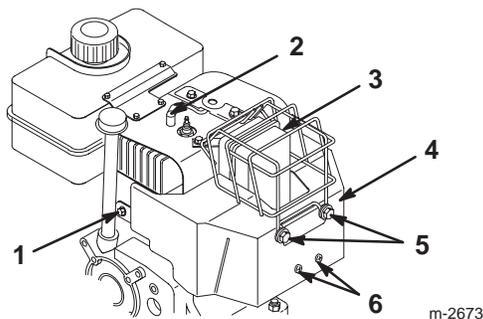

Bild 17
Entfernen Sie den Vergaserheizkasten (Bild 17), wenn der Motor bei Lufttemperaturen über 4°C eingesetzt wird.
1. Klemmen Sie das Zündkabel ab und achten Sie darauf, dass das Kabel die Kerze nicht berührt (Bild 17).
4. Bringen Sie die Befestigungselemente für den Vergaserheizkasten wieder an (Bild 17).